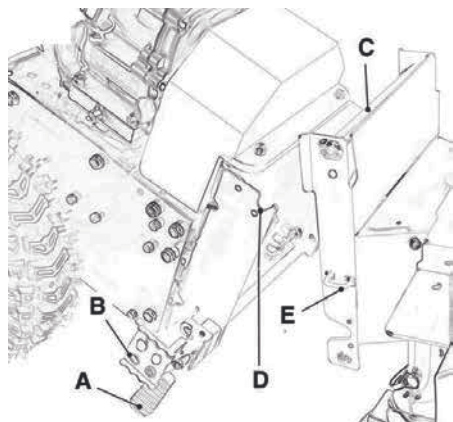
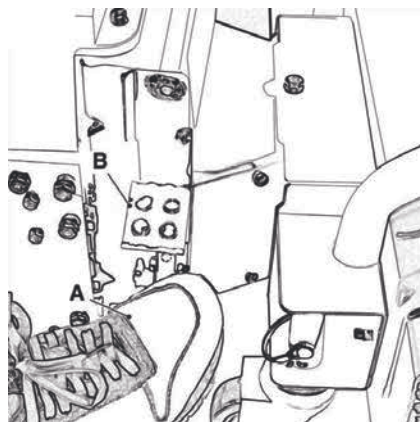

Рисунок 12
Рисунок 13
3. Нажмите на нижнюю педаль (рисунок 12 А) рядом с соединением, как показано на рисунке 13.
4. Верхняя педаль (рисунок 12 В и рисунок 13 В) высвободится из соединения (рисунок 12 Е).
4. При опускании двигателя у вас получится соединение (рисунок 12 С) в виде двух крючков (рисунок 12 D), когда они соединятся. Вы услышите щелчок.
5. Убедитесь, что обе передачи находятся в правильном положении, затем выжмите верхнюю педаль (рисунок 12 В) в направлении соединения (рисунок 12 E). Вы услышите щелчок.